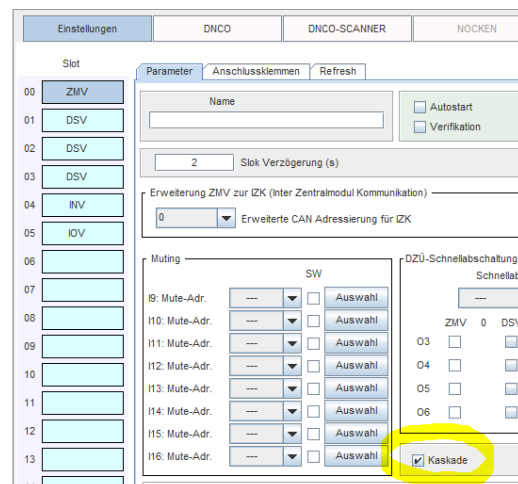

Abbildung 31-1
- Aktivieren Sie die Kaskadierung, indem Sie in den Einstellungen des Zentralmoduls (Menü „Parameter - Tabellen“) „Kaskade“ anhaken. (Abbildung 31-1)